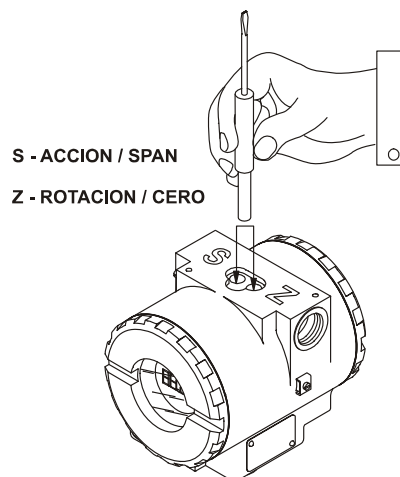

Figura 4.2 – Destornillador
2 – Para mostrar la opción deseada, verifique las opciones, espere hasta que sean mostradas en el display y mueva el destornillador magnético de (**Z**) a (**S**). Observe la Figura 4.2 – Árbol de Programación Usando el Ajuste Local, para ver la posición de la opción deseada. Al insertar el destornillador nuevamente en (**Z**), será posible navegar por nuevas funciones en este nuevo menú.
- ✓ Inserte el destornillador magnético en el orificio de ajuste de Cero (Z) (Figura 4.2);